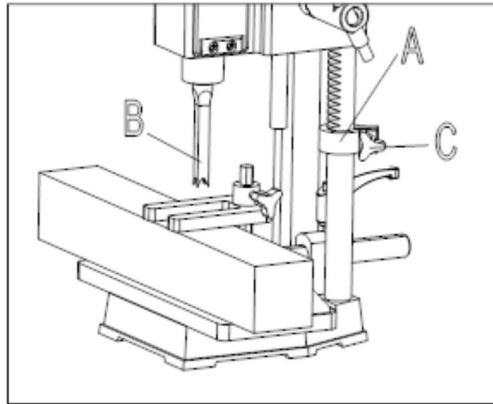

Afbeelding 10
Het hek (A) Afb. 10, kan naar binnen of naar buiten worden bewogen door hendel (B) los te draaien, het hek te schuiven naar de gewenste positie en draai hendel (B) vast. OPMERKING: Hendel (B) is veerbelast en kan opnieuw worden gepositioneerd door de hendel naar buiten te trekken en deze opnieuw op de gewenste positie te zetten. gekartelde moer die zich onder de hendel bevindt.